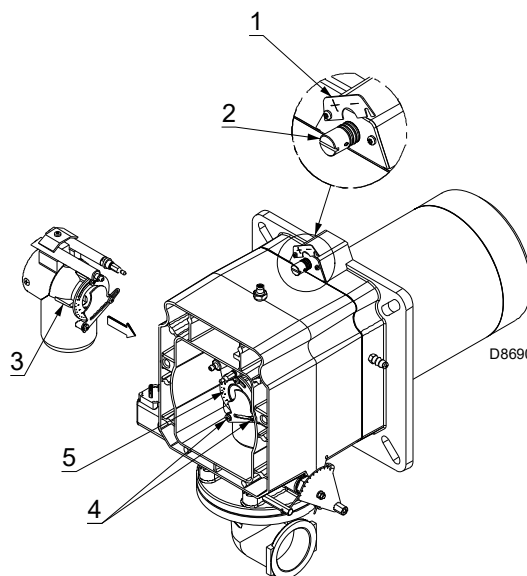

Fig. 15
- ruotare la vite 2)(Fig. 15) fino a far collimare la tacca trovata con il piano anteriore 1) della flangia.
Per facilitare la regolazione, allentare la vite 3)(Fig. 15); regolare e poi bloccare.
- allentare le viti 4) e ruotare la ghiera 5)(Fig. 15) fino a far collimare la tacca trovata con l'indice 3);